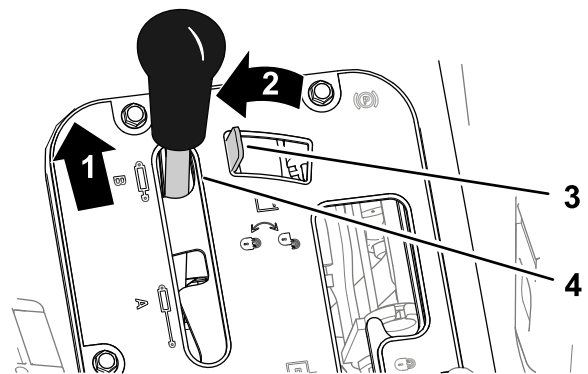
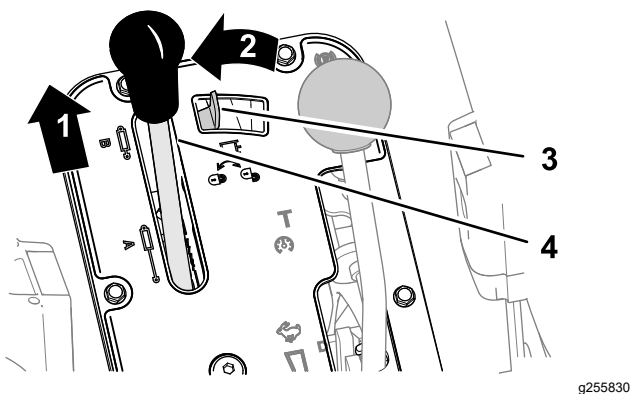

Figura 89
Figura 90
1. Empuje hacia delante la palanca de elevación hidráulica (Figura 89 o Figura 90).
2. Mueva el bloqueo de elevación hidráulica hacia la izquierda para accionar el bloqueo (Figura 89 o Figura 90).